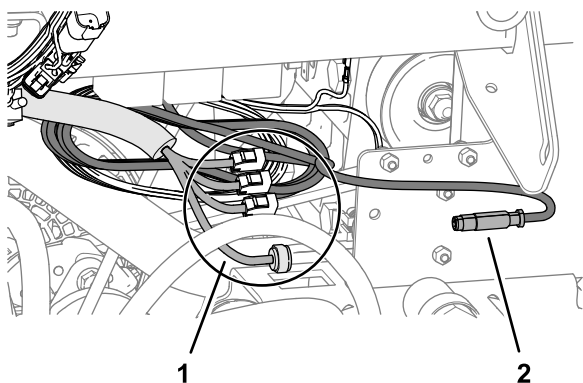

Рисунок 182
4. Расположите 4-штырьковый разъем с маркировкой ETHERNET CL-55 жгута проводов передачи данных модема рядом с 4 разъемами жгута проводов антенны модема, как показано на Рисунок 182.